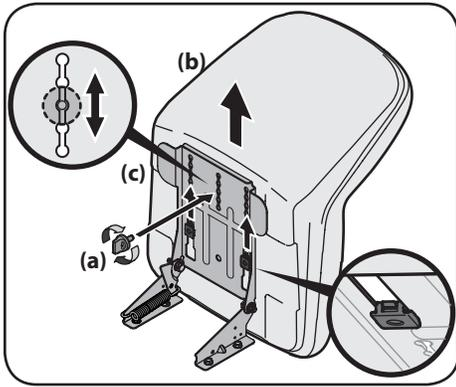

Figura 2-6
- Deslice el asiento (b) hacia atrás en el soporte de pivote del asiento (c), alineando la ranura trasera central del soporte de pivote del asiento (c) con el orificio restante de la base del asiento (b). Consulte la Figura 2-6.
NOTA: Asegúrese que las dos lengüetas del asiento se enganchan en el soporte de pivote del asiento, como se muestra en el recuadro inferior derecho de la Figura 2-6.
- Seleccione la posición deseada del asiento (b) y fíjelo con la perilla de ajuste (a) que retiró en el Paso 1. Consulte la Figura 2-6.
- Para ajustar la posición del asiento, retire la perilla de ajuste (a) que está en la parte inferior del asiento (b). Deslice el asiento (b) hacia adelante o hacia atrás, según lo desee. Vuelva a colocar la perilla de ajuste (a). Consulte la Figura 2-6.